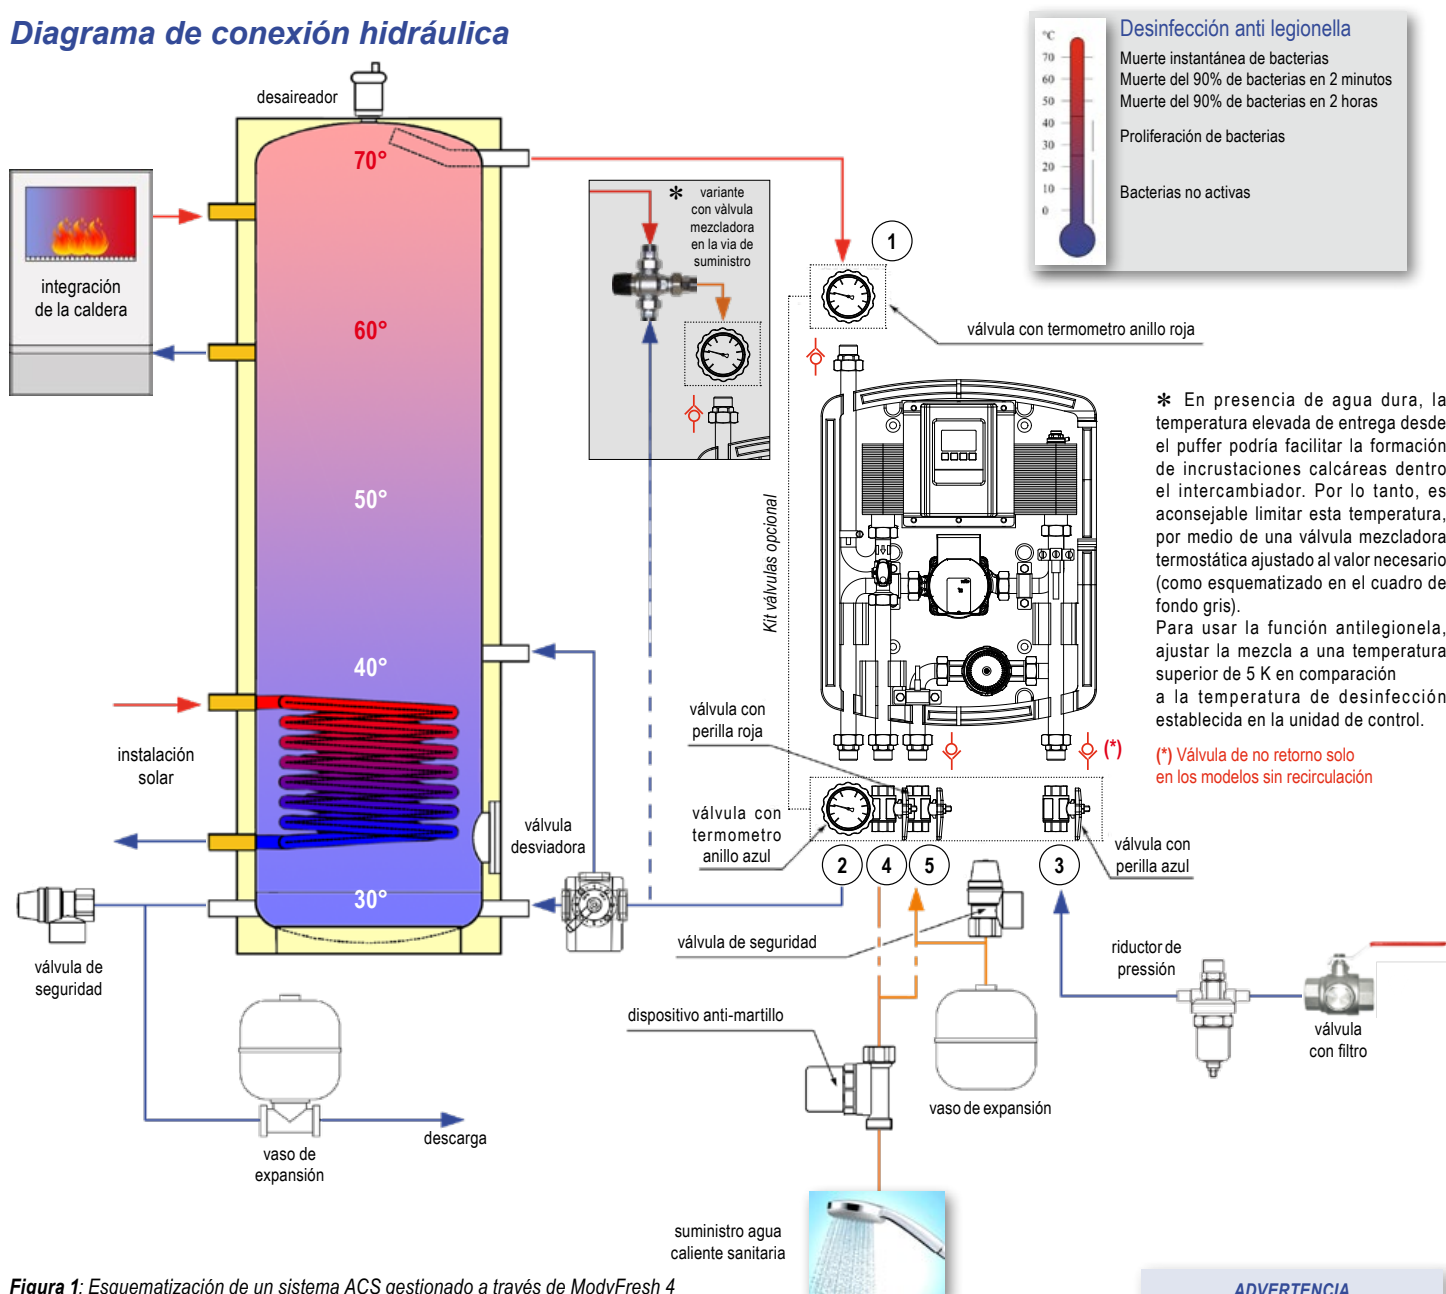

Figura 1: Esquematización de un sistema ACS gestionado a través de ModvFresh 4
- ✓ Coloque el kit de válvula (opcional) como se muestra en la Figura 1;